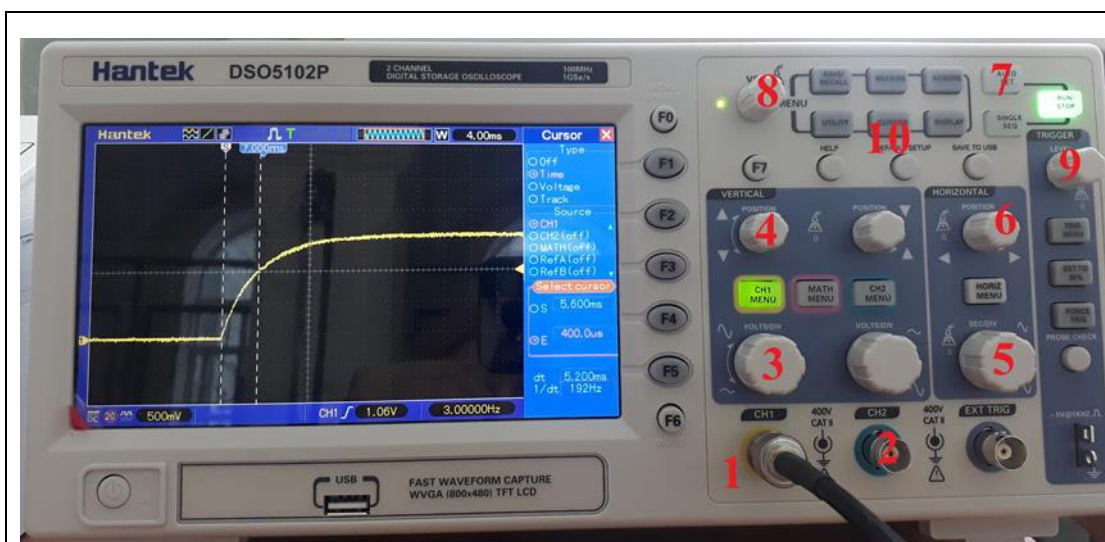
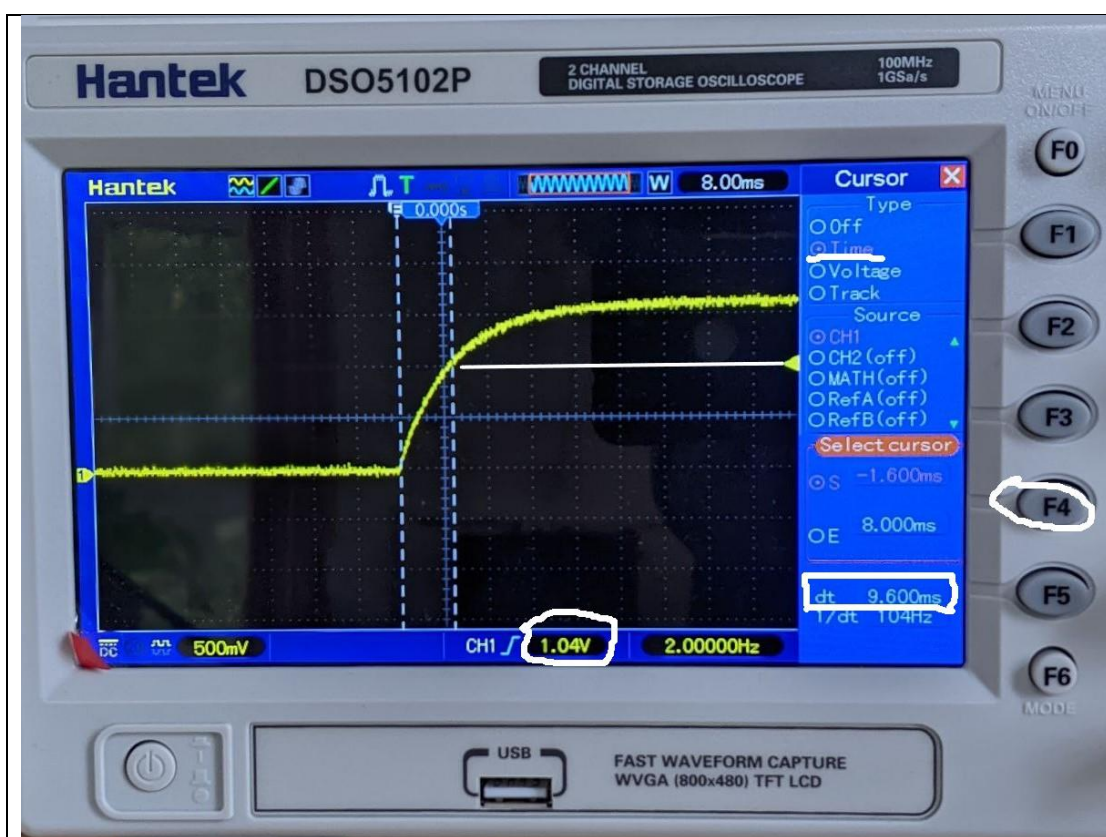

Рис. 4. Элементы управления осциллографа.
Рис. 5. Кривая роста напряжения на конденсаторе
Посмотрим основные элементы управления осциллографа Hantek DSO5102P (Рис. 4).
Сначала включите осциллограф. Внимательно изучите назначение ручек управления (рис. 4).
При необходимости, можно увеличить масштаб или передвинуть изображение сигнала. По вертикали с помощью ручек 3 и 4 (рисунок 4), по горизонтали – ручки 5 и 6. Попробуйте изменить эти параметры и посмотрите, как это повлияет на изображение.
1. Определите максимальное значение напряжения U_0 с помощью ручки уровня (9, рис. 4). При вращении ручки, значение напряжения можно увидеть внизу экрана осциллографа в поле CH1 (рисунок 5).
2. Рассчитайте значение $U = 0.63U_0$, определите положение этой точки на экране осциллографа с помощью ручки уровня (9, рис. 4), запишите в таблицу 3.